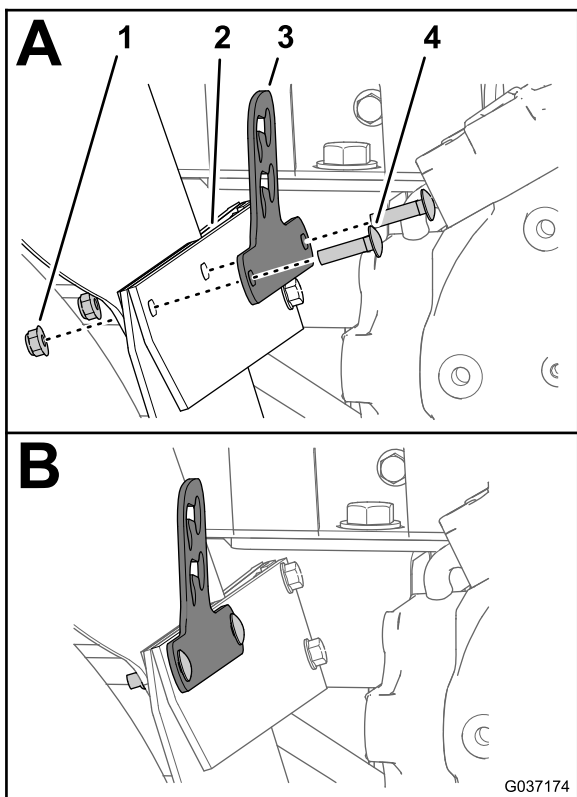

图10
3. 使用 2 个托架螺栓 (5/16 x 1-1/4 英寸) 和 2 个凸缘锁紧螺母 (5/16 英寸) 安装阀门支架、挡泥板固定联结板、挡泥胶皮和挡泥板 (图10)。